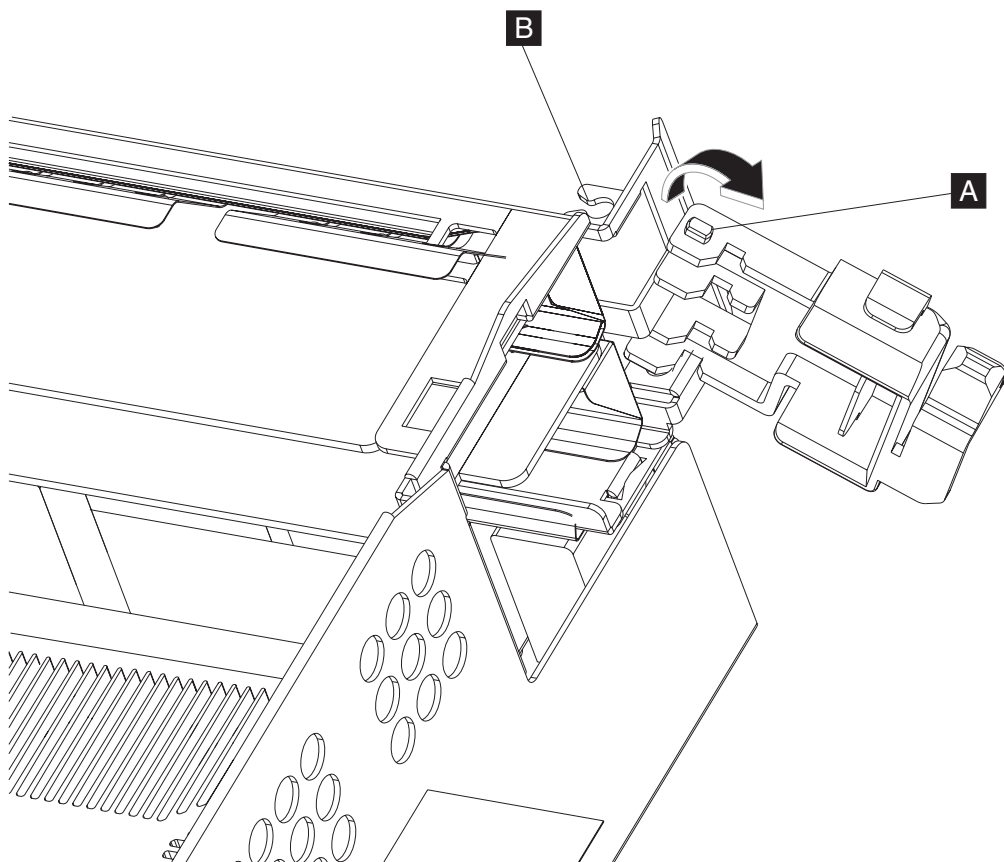

图 25. 卸下 I/O 模块插销
2. 向下按 I/O 模块插销（图 25 中的 **A**）的顶部锁定卡口并向下转动插销，使其脱离其插孔（**B**）。